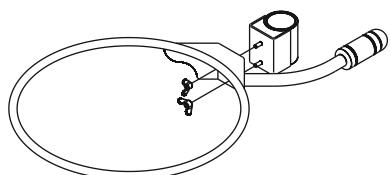

Рисунок 7
5. Прикрутите ухват к креплению двумя барацковыми гайками (см. рисунок 7). В процессе эксплуатации Потребитель может снять ухват, не разбирая гриль.